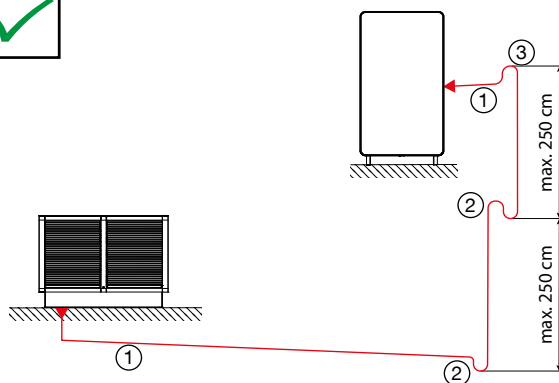

Abb. 17: Richtige Saugleitungs-Verlegung
- ▶ Die Splitsleitungen müssen mit einem leichten Gefälle (1) zur Wärmepumpe verlegt werden.
- ▶ Steigt die Saugleitung zur Wärmepumpe, müssen Ölsteighilfen (2) (Ölsäcke) am Anfang der Steigleitung und alle folgenden 2,5 m errichtet werden. Das Ende der Steigleitung ist mit einem Überbogen (3) abzuschließen (Siehe Abb. 17). Der maximale Höhenunterschied von 5 m zwischen Außenverdampfer und Wärmepumpe darf nicht überschritten werden.